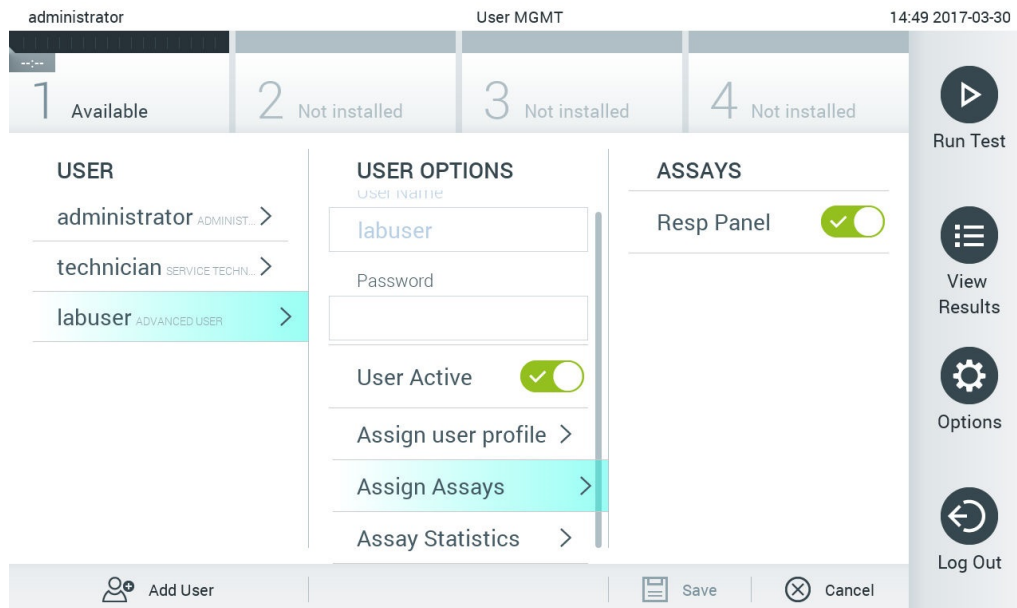

图 55. 为用户分配检测。
- **Assign Assays**（分配检测）：可从用户允许运行的检测数据库中定义检测。从内容区域右侧的列表中选择检测（下一页图 55）。